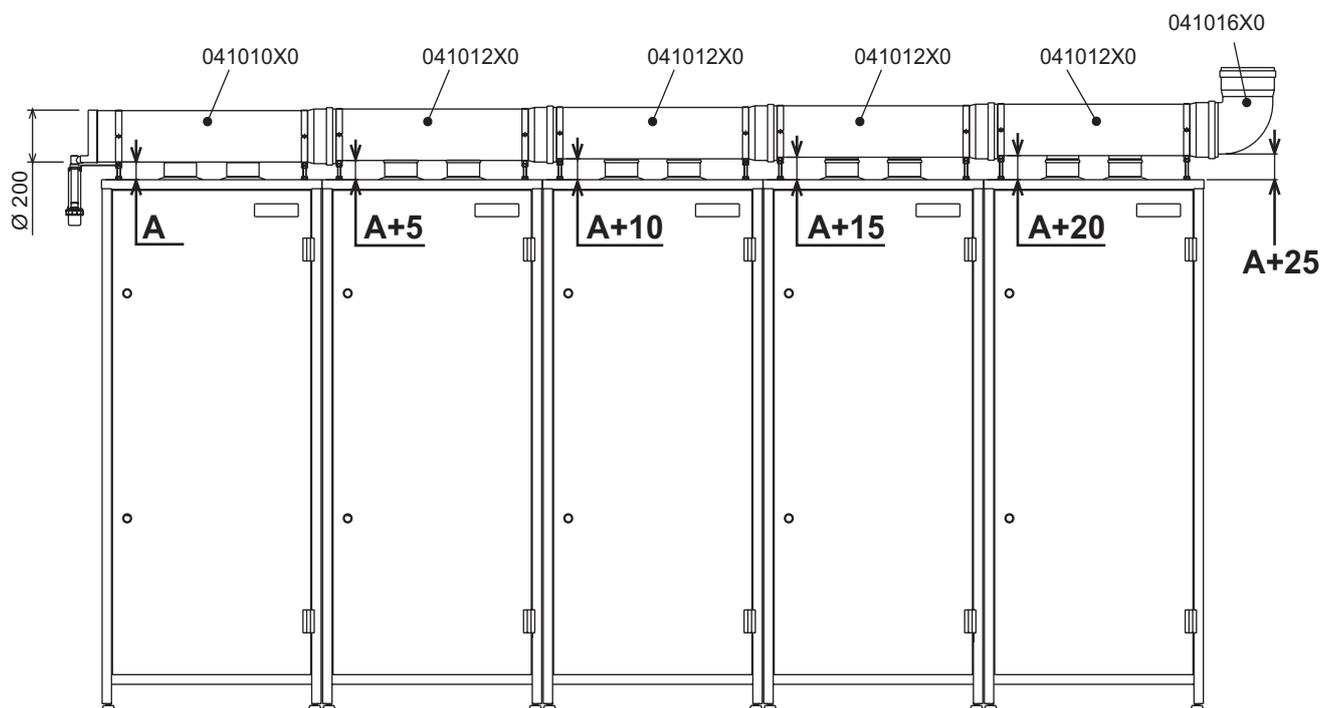
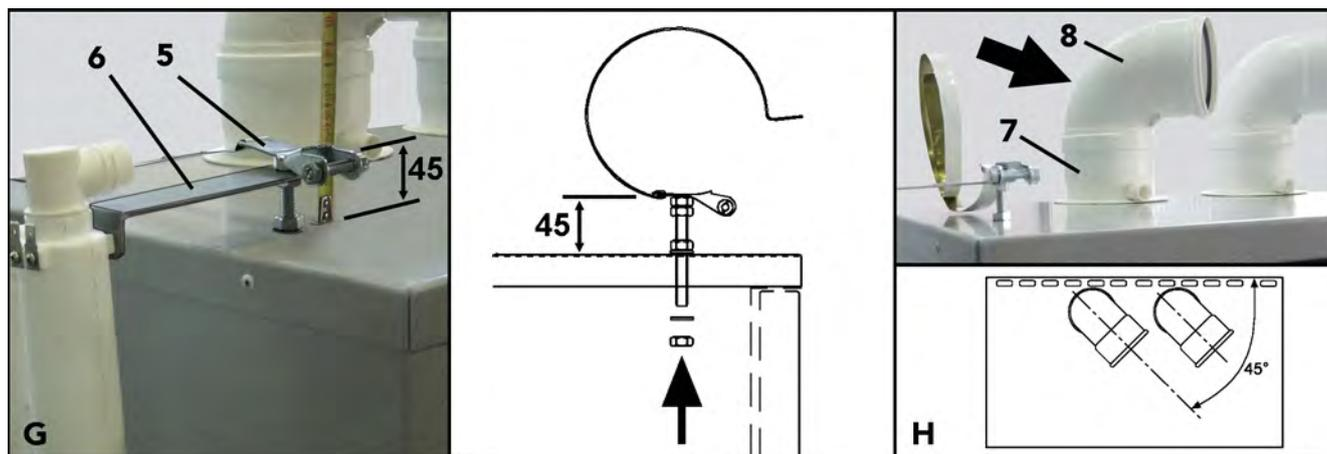
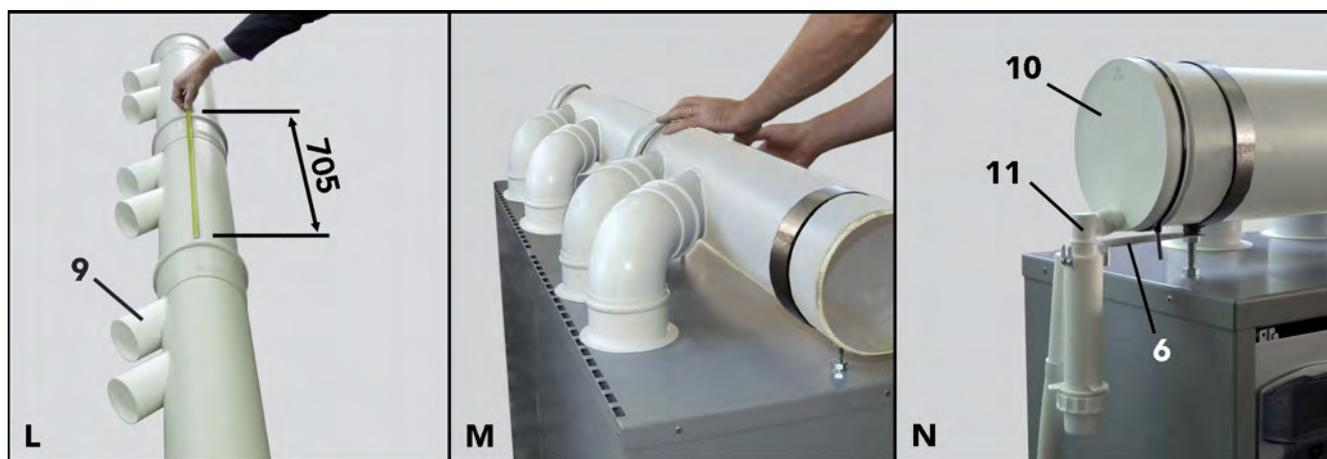

fig. 32 - Installazione di 5 moduli
fig. 35
fig. 36
- G** Montare le flangie di supporto dei collettori "5" utilizzando gli appositi fori previsti sulla sommità dei moduli. La staffa di partenza sul primo modulo deve rispettare la quota di 45 mm. (vedi riquadro "G" fig. 35). E' necessario aumentare tale quota di 5 in 5 nei successivi moduli, in modo da ottenere l'inclinazione del collettore fumi come indicato in fig. 32. Sulla flangia del primo modulo inserire la staffa di supporto del sifone raccogli condensa "6".
- H** Inserire sui tronchetti "7" le curve a 90° M-F "8" posizionandole a 45° rispetto il modulo (vedi riquadro "H" fig. 35). Qualora si stia installando un modulo **JOTEK 51/i** utilizzare una sola curva a 90° ed il tappo contenuto nel kit di partenza.
- L** Innestare i tubi fumi (operazione da effettuare a terra) facendo attenzione all'allineamento dei vari attacchi "9" rispettando rigorosamente la misura di innesto di 705 mm (vedi riquadro "L" fig. 36).
- Verificare la corretta inclinazione del collettore (vedi fig. 32) e il corretto imbocco di tutti i tronchetti, curve e valvole, assicurandosi che le guarnizioni non siano fuoriuscite dalle loro sedi (vedi riquadro "M" fig. 36). Far aderire le guarnizioni esterne alla sommità dei moduli. Serrare e fissare quindi le flangie di supporto.